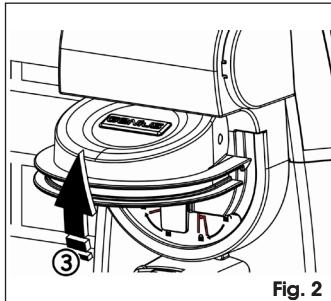

Fig. 2
1. Aprire il coperchio di sblocco, Fig. 2.